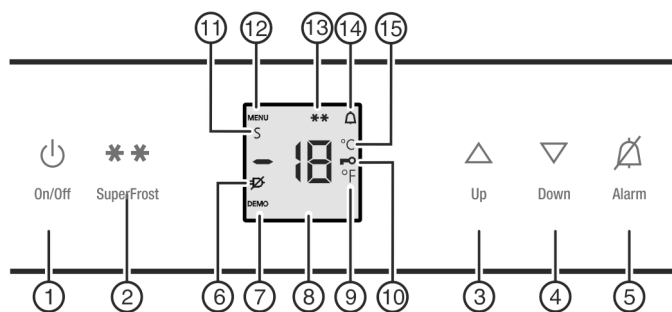

Fig. 2
- Das Symbol SuperFrost Fig. 2 (13) blinkt zusammen mit der Temperaturanzeige.*
- Taste On/Off Fig. 2 (1) drücken.
- Einstellmodus aktivieren: Taste SuperFrost Fig. 2 (2) für ca. 5 s drücken.
- Das Symbol Menu Fig. 2 (12) leuchtet.
- ▶ Mit Einstelltaste Up Fig. 2 (3)/ Einstelltaste Down Fig. 2 (4) ° wählen.
- ▶ Bestätigen: Taste SuperFrost Fig. 2 (2) kurz drücken.
- ▶ Einstellmodus beenden: Taste On/Off Fig. 2 (1) drücken.
- ▶ Einstellmodus aktivieren: Taste SuperFrost Fig. 2 (2) ca. 5 Sekunden drücken.
- ▷ In der Anzeige wird das Symbol Menu Fig. 2 (12) angezeigt.
- ▶ Mit Einstelltaste Up Fig. 2 (3) und Einstelltaste Down Fig. 2 (4) c wählen.
- ▶ Mit der Taste SuperFrost Fig. 2 (2) kurz bestätigen.
- ▷ Das Symbol Kindersicherung Fig. 2 (10) leuchtet in der Anzeige.
- ▶ Die Taste On/Off Fig. 2 (1) kurz drücken.
- ▷ Das Symbol Kindersicherung Fig. 2 (10) erlischt.
- ▶ Taste Alarm Fig. 2 (5) drücken.
Gleichzeitig blinkt die Temperaturanzeige und das Symbol Alarm Fig. 2 (14).